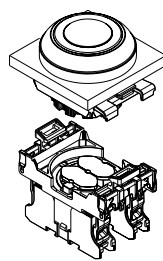

図 8
5. 予め組まれた接点キャリアの取り付けフランジへの組込(図8参照):